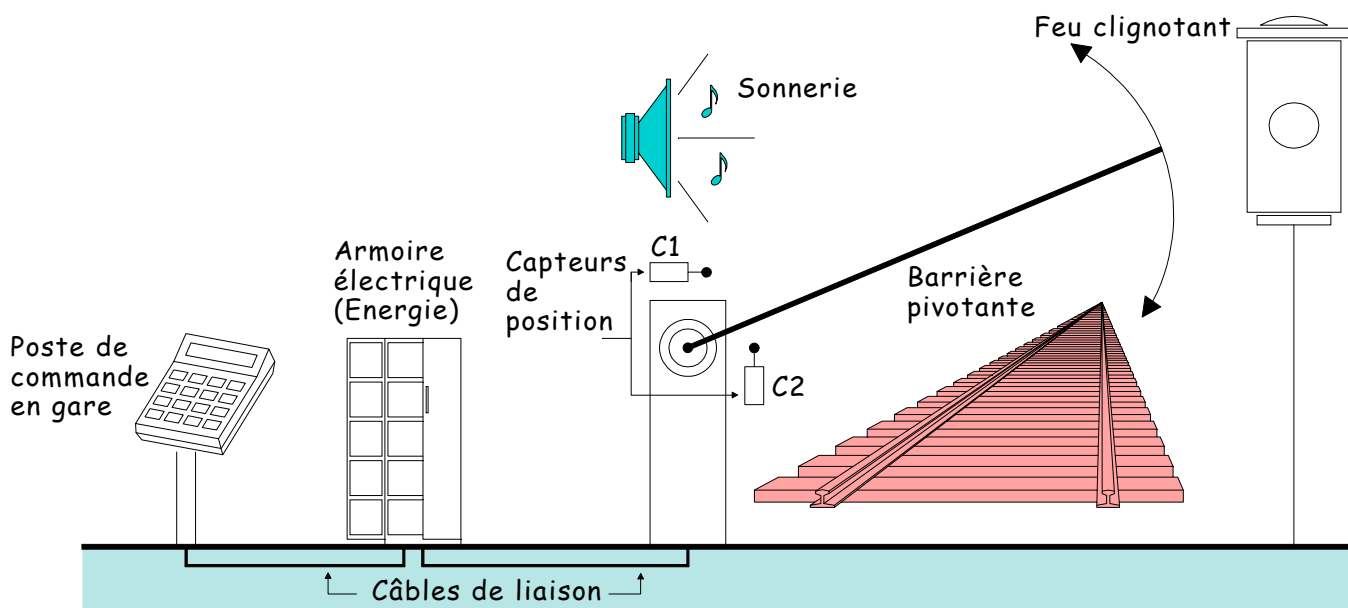
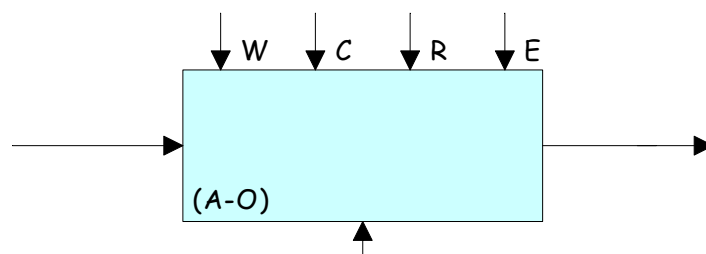

fig. 2
fig. 3
2. - Un passage à niveau est situé à 100 m d'une gare et peut être commandé automatiquement ou manuellement (en cas de manœuvre des trains). Etant donné le schéma de structure du système (figure 2, page suivante), encrer les supports techniques et donner leur fonction.
3. - Etant donné la structure du passage à niveau de la figure 2, compléter l'actigramme de niveau A-O (ci-contre, figure 3).